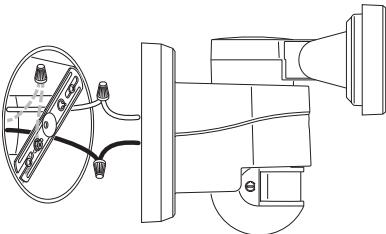

Figura 2
3. Sujete el cable de conexión a tierra de la caja de uniones al cable de conexión a tierra conectado al soporte de montaje usando uno de los conectores de cable (vea la Figura 2).
4. Conecte los cables de la caja de empalme con los cables del aparato de luz, como se muestra. Tuéralos juntos y asegúrelos con un conector de cables (vea la Figura 2).